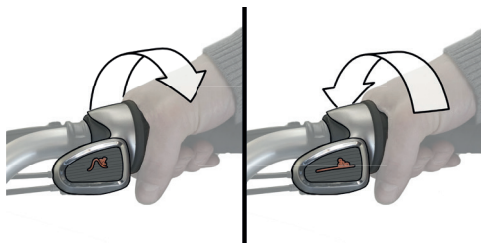

Abbildung 28 : Schalten in einen leichteren (niedrigeren) oder schwereren (höheren) Gang
- a. Schalten Sie in einen niedrigeren Gang (vor dem Losfahren oder Bergauffahren), indem Sie den Griffschalter **82** oder **114** im Uhrzeigersinn stufenlos verstellen (siehe Abbildung 28).
**Bei einem Griffschalter mit Griffanzeige wechselt die Abbildung auf der Griffanzeige 82 von einem Fahrrad auf einer (eher) ebenen Fläche zu einem Fahrrad auf einem Hügel (siehe Abbildung 28).**
- b. Schalten in einen höheren Gang (bei schneller Fahrt oder bergab) durch stufenloses Drehen des Griffschalters **82** oder **114** gegen den Uhrzeigersinn (siehe Abbildung 28).
Bei einem Griffschalter mit Griffanzeige wechselt die Abbildung auf der Griffanzeige 82 von einem Fahrrad auf einem Hügel zu einem Fahrrad auf einer (eher) ebenen Fläche (siehe Abbildung 28).